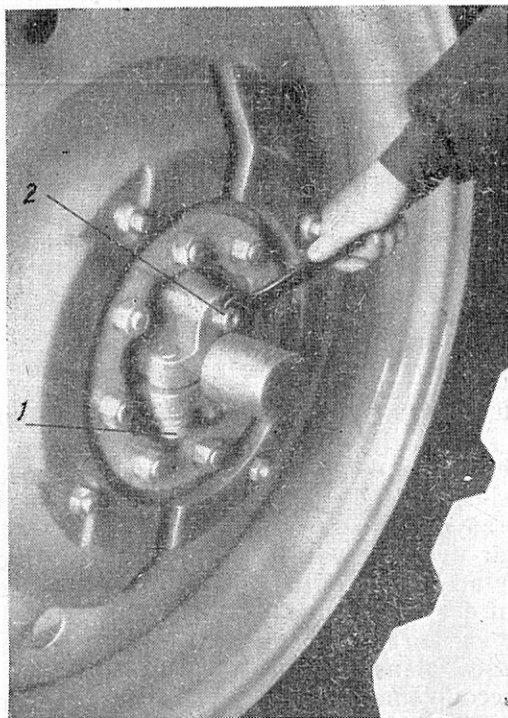
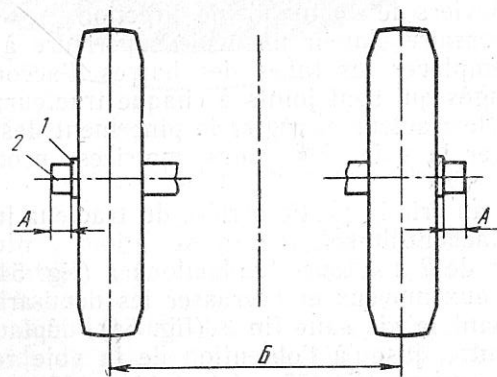

Fig. 54. Changement de la voie des roues motrices
Fig. 55. Schéma de réglage de la voie des roues arrière
2) desserrer de 2 à 4 tours les boulons 1 (fig. 54) de fixation des coussinets aux moyeux et décrasser les demi-arbres;
3) en tournant la vis sans fin 2 (fig. 54), déplacer les roues, l'une après l'autre, jusqu'à l'obtention de la voie requise, en se guidant par le schéma (fig. 55) et le tableau 10, après quoi resserrer à bloc les boulons de fixation des coussinets.